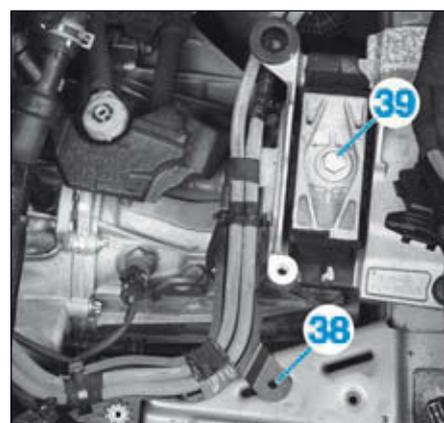

FIG.117
- Dégrafer le faisceau d'alimentation (38) (Fig.117).
- Déposer la vis (39) du support de boîte.